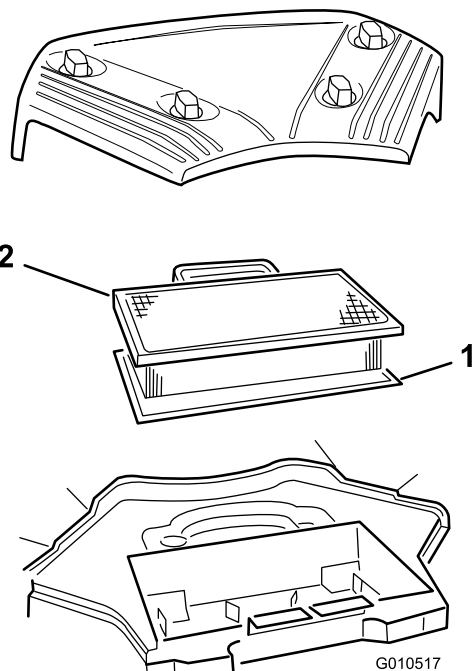

Figure 21
3. Sortez la cartouche en papier et l'élément en mousse (Figure 21).